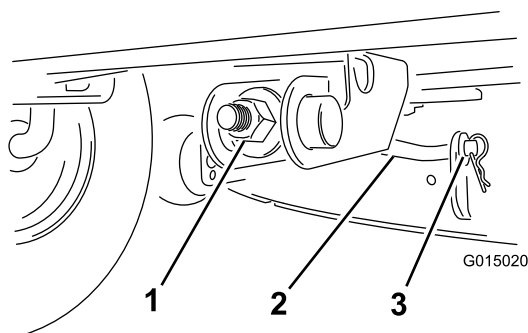

Figura 40
8. Para ajustar la inclinación longitudinal, gire la tuerca de ajuste de la parte delantera del cortacésped (Figura 40).